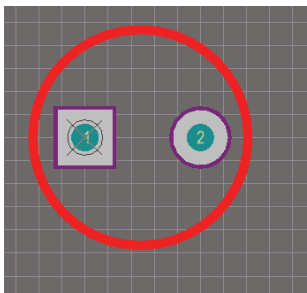

图 10-52 绘制完成的电容封装
(1) 将顶层丝印层(Top Overlay)置为当前层。
(2) 执行菜单命令【Place】→【Full Circle】或单击“PcbLib Placement”工具栏中的  按钮, 光标变成十字形并带有圆形符号, 进入放置圆形状态。在坐标(50, 0)处单击, 确定圆形中心, 移动光标到坐标(150, 0)位置单击, 完成电容外形轮廓的绘制, 如图10-52所示。右击退出。